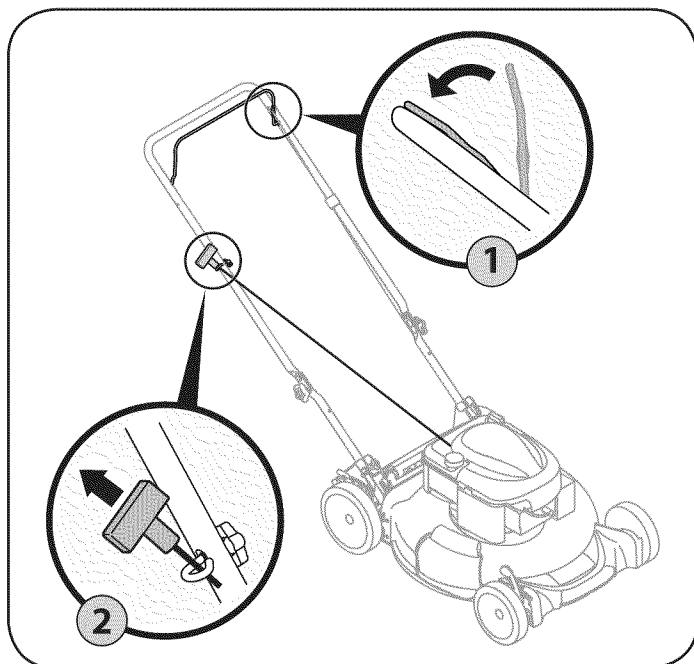

Figura 14
1. Colóquese detrás de la podadora, apriete la manija de control de la cuchilla y sosténgala contra la manija superior. Vea la Figura 14.
2. Sostenga firmemente las dos manijas juntas, tome la manija del arrancador de retroceso y tire de la cuerda para sacarla con un movimiento rápido y continuo. Vea la Figura 14. Mantenga firme la manija del arrancador, deje que la cuerda regrese lentamente al arrancador. Repita hasta que el motor esté en marcha. Deje que la cuerda se enrosque lentamente de regreso.